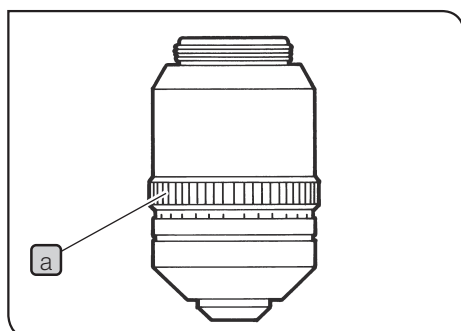

Fig. 41
- Se a espessura da lamela for conhecida, defina o colar de correcção **a** para esse valor de escala. (fig. 41)